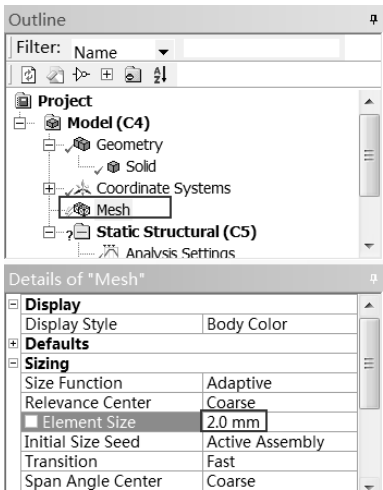

图 14-56 设置网格大小
Step1：如图 14-56 所示，选择 Mechanical 界面左侧 Outline（分析树）中的 Mesh 选项，在 Details of “Mesh” 面板的 Element Size 栏中输入 2mm，其余默认。